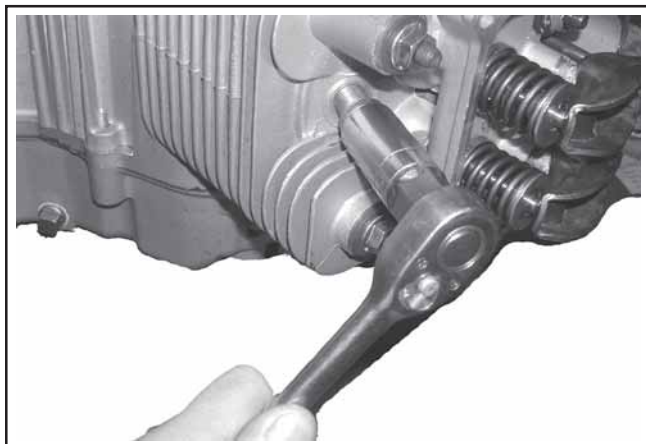

Figure 9-35. Dépose des bougies.
1. Retirer la bougie de chaque culasse. Voir la Figure 9-35.